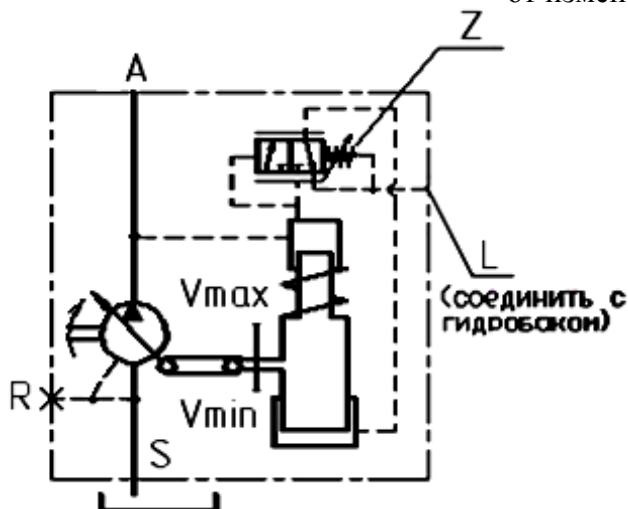

Рисунок 15 – Гидравлическая схема насосов с регулятором постоянного давления с рабочим давлением 12, 55, 80, 107, 160, 250 см3.
- поддерживаемое давление и максимальная потребляемая мощность, при необходимости, могут быть отрегулированы винтом  $z$  (рисунок 15 ;16);